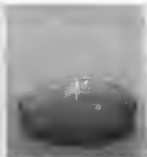

Рис. 97. Взаимодействие натрия с водой, в которую добавлен фенолфталеин
1. Взаимодействие щелочных и щелочноземельных металлов с водой (рис. 97):